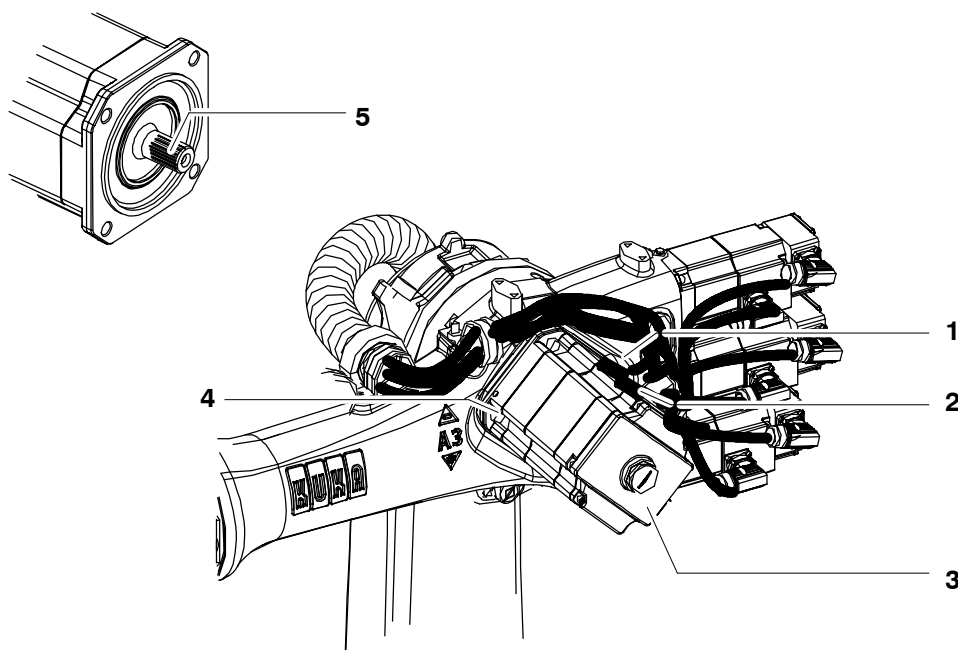

Fig. 123 Démontage et montage de l'entraînement de l'axe majeur A3
- (1) Procéder si besoin est à la déconservation du nouvel entraînement de l'axe majeur A3.
- (2) Nettoyer les dents (Fig. 123/5) avant le montage pour les graisser légèrement avec du Microlube GL 261.
- (3) Monter l'entraînement de l'axe majeur A3 (3).